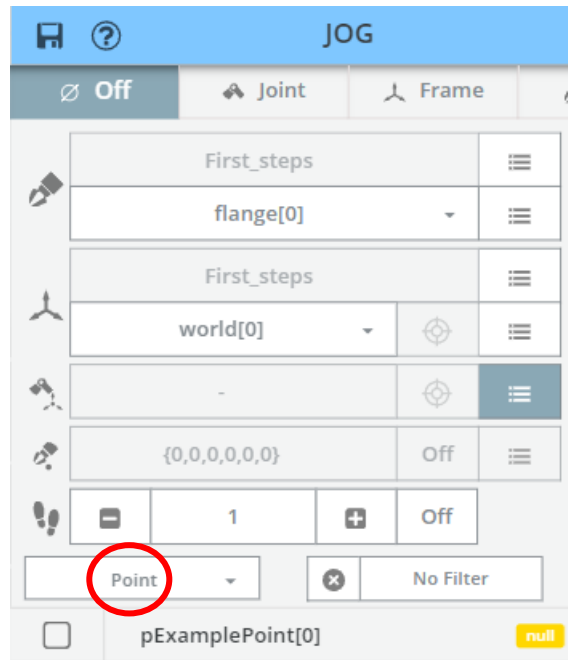

Figure 23 : Affichage des variables de type **point** (dans le cas présent, pExamplePoint) dans le menu **JOG**.
- soit en appuyant sur le bouton **Line** , qui apparaît en haut à droite dans la fenêtre décrite dans la figure 23, afin que le TCP rejoigne le point pExamplePoint **en ligne droite**. Notez que le calcul du mouvement se fait dans l'espace cartésien, aussi le mouvement n'est pas toujours possible !
Allez dans le menu **JOG** afin de visualiser les variables cartésiennes de l'application `First_steps`, pour cela voir la démarche décrite au **3** et **3.2**, ce qui donne lieu à la page décrite dans la figure qui suit (identique à la figure 23) :